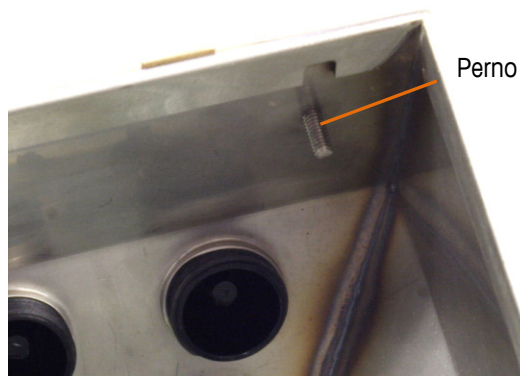

Figura 2-10: Perno per l'attacco capovolto del pannello anteriore
9. Ruotare attentamente il retro dell'armadietto di 180 gradi e ricollegare le piattine di massa ai due perni accanto ai manicotti di serraggio utilizzando i due dadi precedentemente rimossi. La Figura 2-10 mostra uno dei perni. Serrare i due dadi.